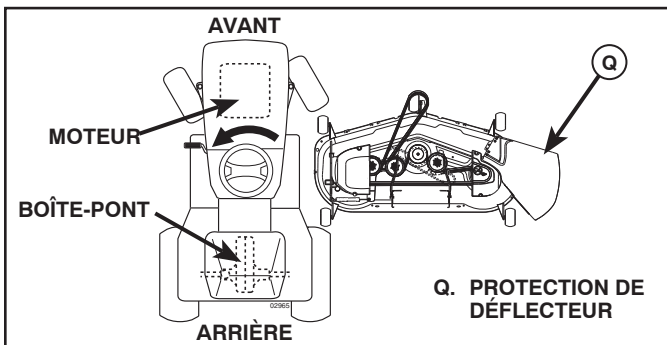

Fig. 26
3. TOURNER LE VOLANT DE DIRECTION À GAUCHE ET PLACER LA TONDEUSE (Voir la Fig. 26)
- Tourner le volant de direction à gauche aussi loin que possible et placer la tondeuse sur le côté droit du tracteur avec la protection de déflecteur (Q) à gauche.
9. INSTALLER LA COURROIE SUR L'EMBRAYAGE DE POULIE MOTRICE (M) (Voir la Fig. 26 et 34)
- Désengager la tige de tension de courroie (K) du support verrouillant (L).
- Installer la courroie sur l'embrayage de poulie motrice (M).